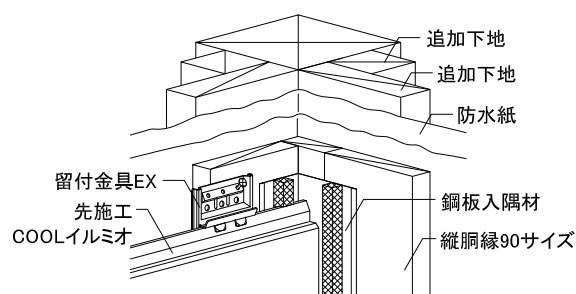

図2 先施工COOLイルミオの施工
- 実に留付金具EXを確実に納め、モエン用釘（ステンレスリング釘 $\phi 2.3 \times 38\text{mm}$ ）または専用ビス（ $\phi 4.1 \times 35\text{mm}$ ）で留め付ける。（鋼板入隅材とCOOLイルミオに隙間がある場合は横ずれ防止のためにスペーサーを使用して隙間を埋める）（図2参照）